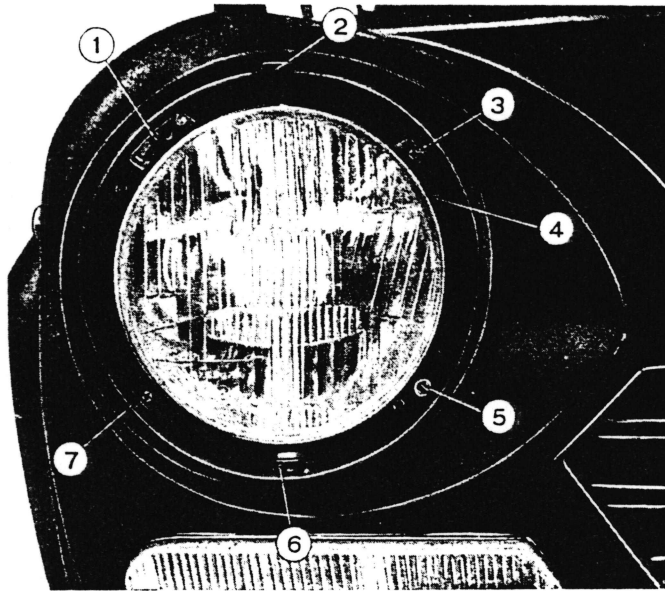

Abb. 87. - Rechter Scheinwerfer ohne Zierring.
Das Abblendlicht einschalten. Die Einstellung der Scheinwerfer in senkrechter Richtung erfolgt durch die Schraube (7, Abb. 87) und in waagrechter Richtung durch die Schraube (3), und zwar so, dass: